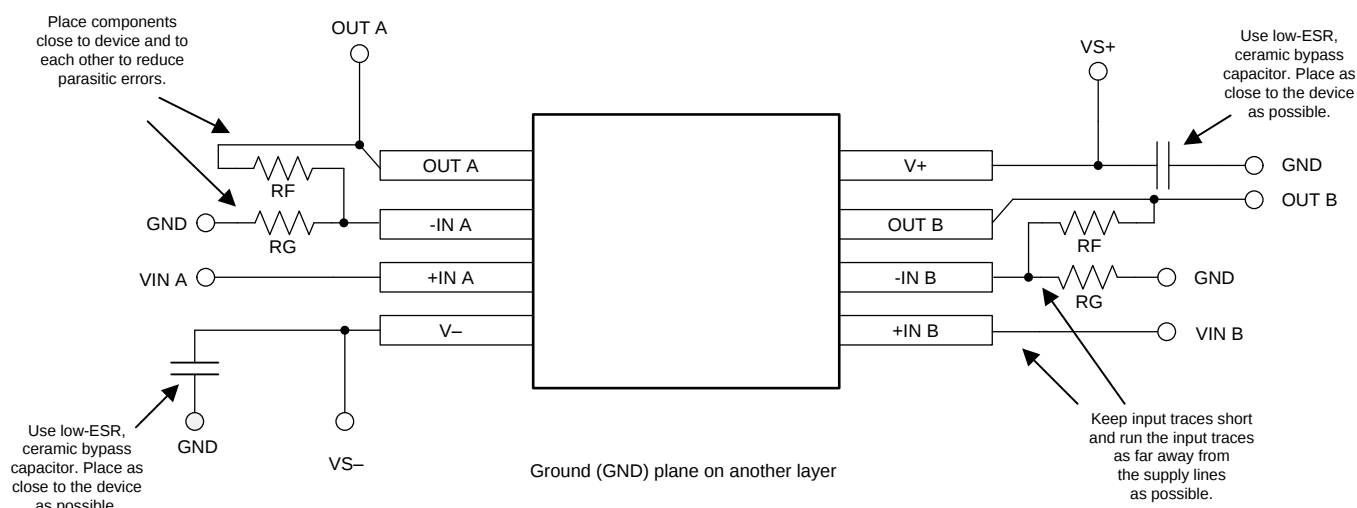

图 46. 布局示例
- 外部组件的位置应尽量靠近器件。如 图 46 所示，使 RF 和 RG 接近反相输入可最大限度地减小反相输入端的寄生电容。